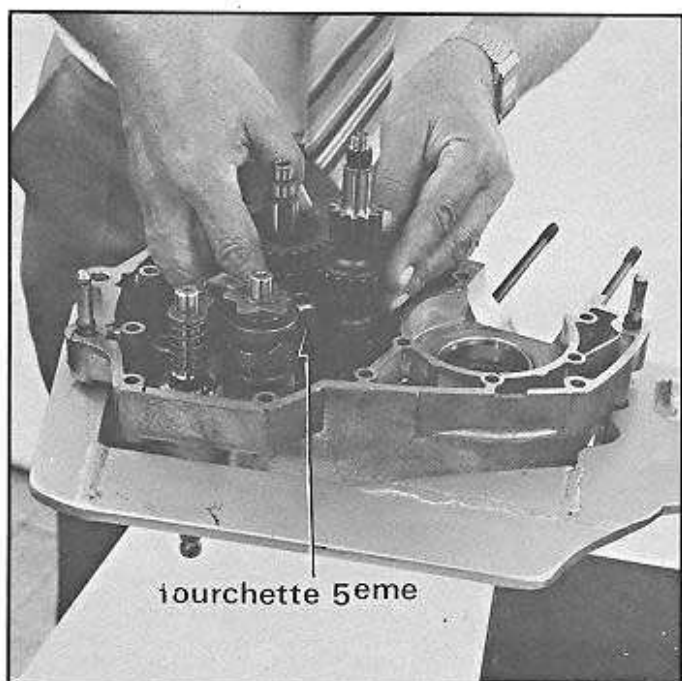

Fig. 50
- Engager ensemble, sur le carter gauche, les arbres primaire et secondaire équipés de la fourchette de 5° vitesse (fig. 50).